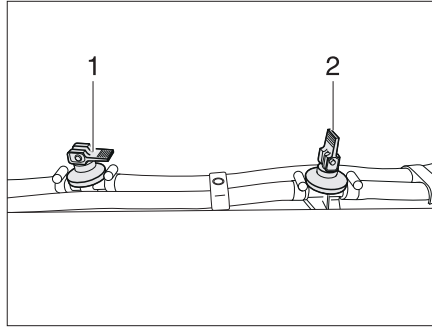

Bild 343 Avtappningskran
- Öppna alla avtappningskranar. Ställ vipparmen (i Bild 343,2) i lodrätt läge.